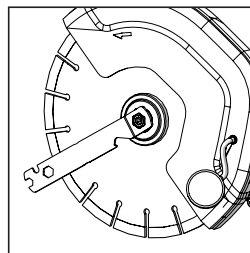

FIG. 3
- Stringere il dado del mandrino tramite l'attrezzo polifunzionale in dotazione. (Fig. 3)